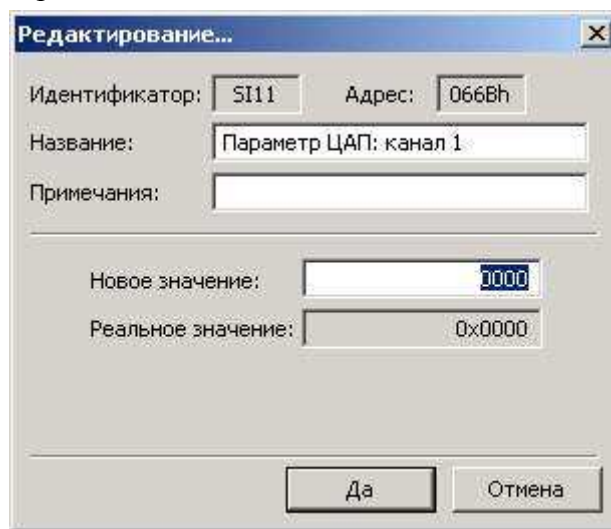

Рисунок 4-14. Окно редактирования шестнадцатеричного типа числа.
- Шестнадцатеричный тип данных (см. рис. 4-14).